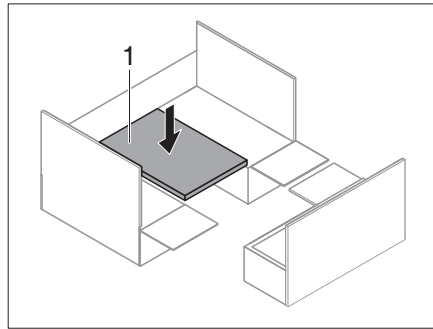

Bild 195 Hängbord neråt
- Flytta hängbord (Bild 195,1) från den övre hängskenan till den under hängskenan.